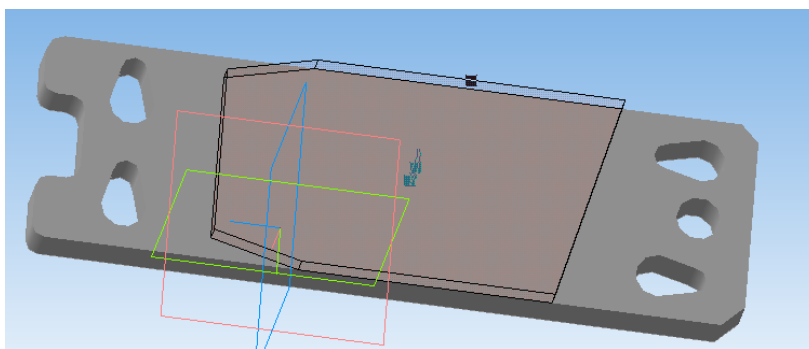

Рис. 4.18
55. Часть действий по созданию такого чертежа описана в пунктах 19-21, часть — в пунктах 27-28. Нажмите на панели инструментов слева «**Редактирование детали**», затем «**Операция выдавливания**». В поле «**Расстояние**» введите 5. Направление выбрать «**Прямое**». Получается такой объект как на рис. 4.18.